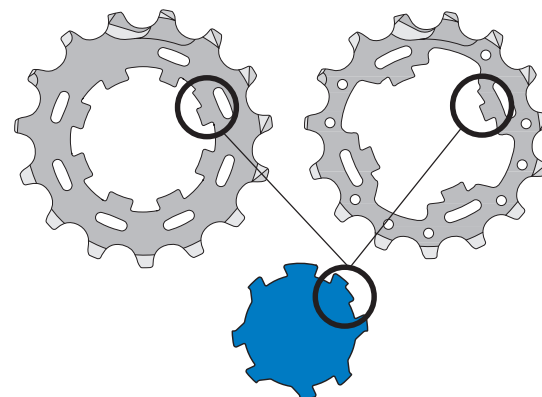

Fig. 11
- Il profilo del corpo ruota libera mozzo con due scanalature asimmetriche (Fig. 11), rende la fasatura dei pignoni automatica in quanto c'è solo una possibilità di montaggio.
- Le profil du corps roue libre moyen avec deux rainures asymétriques (Fig. 11) rend le réglage des pignons automatique car il n'y a qu'une seule possibilité de montage.
- The profile of the freewheel body with two asymmetrical grooves (Fig. 11) ensures automatic sprocket timing since there is only one assembly option.
- El perfil del cuerpo de la rueda libre buje dispone de dos ranuras asimétricas (Fig. 11), los piñones se ponen en fase automáticamente, dado que sólo hay una posibilidad de montaje.
- Handelt es sich bei der Nabe um die Ausführung mit den zwei asymmetrischen Profilen (Abb. 11), ist die Phasenstellung der Ritzel automatisch, da es nur eine Möglichkeit der Montage gibt.
- Als de body een model is met twee asymmetrische vlakke delen (Fig. 11), is de positie van de tandwielen automatisch goed omdat de assemblage maar op één manier mogelijk is.